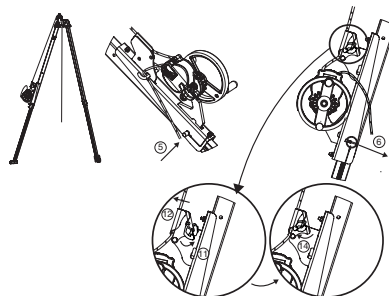

Fig. 9
IMPORTANTE: Tener cuidado con el sentido de montaje: el bloqueador de driza debe estar dirigido hacia la parte superior del trípode trápode (Fig. 9).
5. Colocar el bulón de amarre de la consola para aparato derope™ UP R. Este bulón de amarre cumple dos funciones: bloqueo de la pata del trípode trápode y amarre de la consola para aparato derope™ UP R en esta pata (Fig. 9, 5).
6. Bloquear el bulón de amarre mediante el pasador sujetador (Fig. 9, 6).
11. Abrir el bloqueador de driza de la consola (Fig. 9, 11).
12. Introducir la driza que sale del aparato derope™ en el bloqueador de driza de la consola (Fig. 9, 12).
14. Cerrar el bloqueador de driza (Fig. 9, 14).